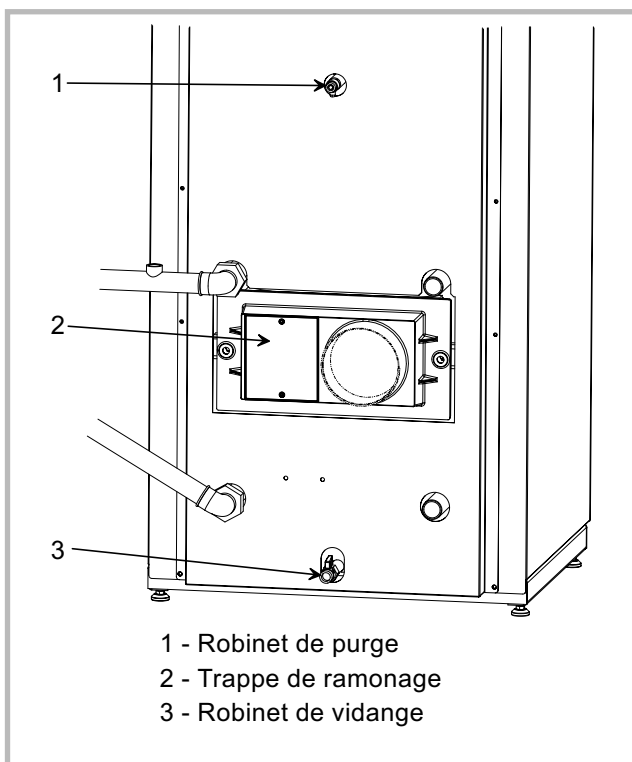

Figure 19 - Arrière de la chaudière
- Ouvrir le robinet du purgeur manuel (rep. 1, fig. 19) jusqu'à l'obtention d'un jet d'eau continu, puis refermer le robinet.